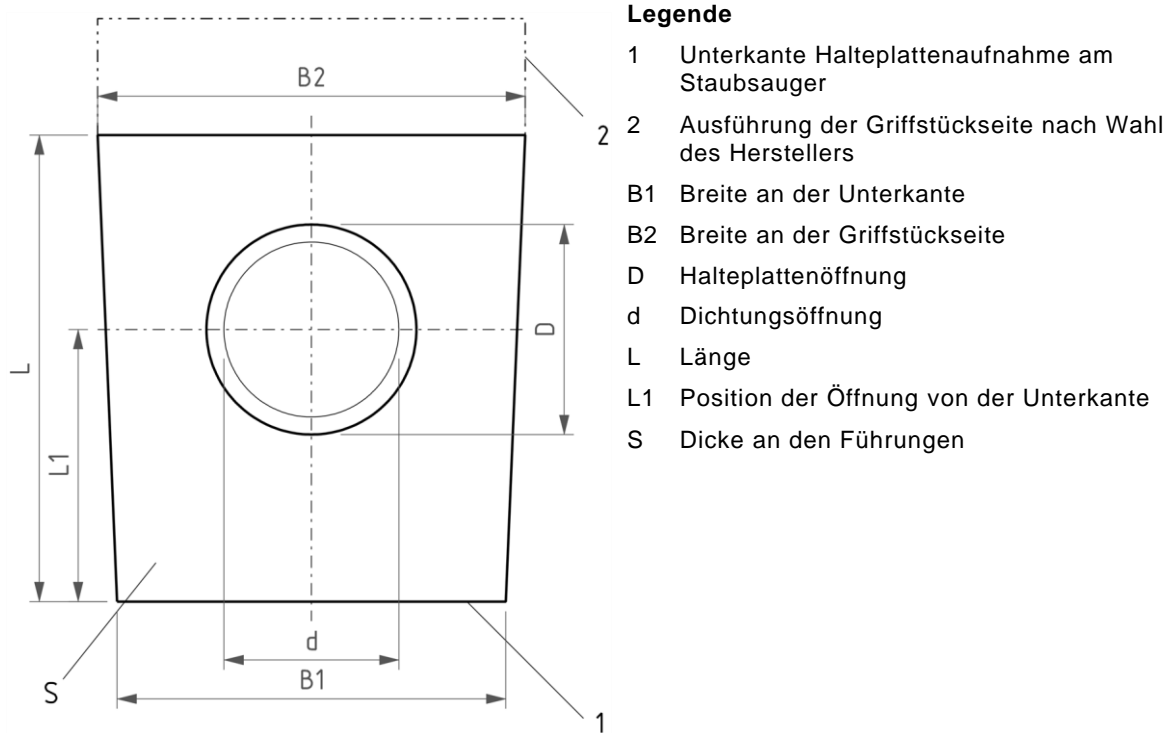

Bild 1 – Form T, Halteplatte in Trapezform
- Form T, Trapezform ist in Bild 1 dargestellt.